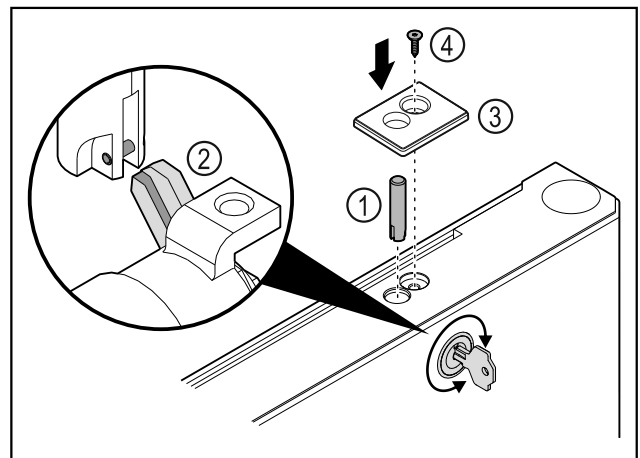

Fig. 47
- Schlossbolzen Fig. 47 (1) einsetzen.
- Schloss leicht drehen, damit Schlossbolzen Fig. 47 (2) in Schlitz von Schloss einrastet.
- Abdeckung Fig. 47 (3) einsetzen.
- Schraube Fig. 47 (4) einsetzen.